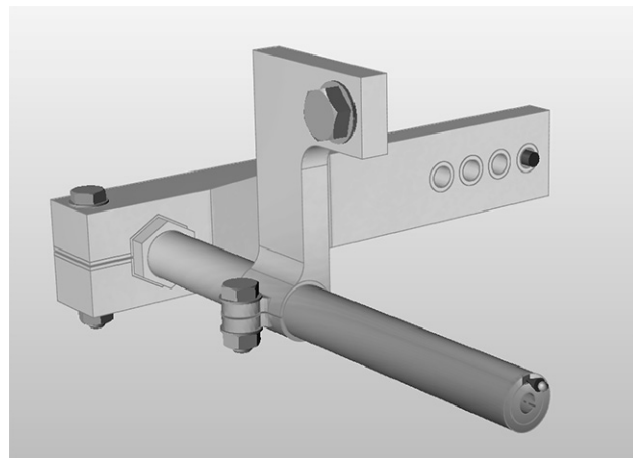

图 12-13
7) 在分析探索器中，为结果类型选择位移，如图 12-13 所示。请注意，在杆穿过托架的地方有位移，但这是不正确的。载荷应该穿过夹钳进入设计空间。